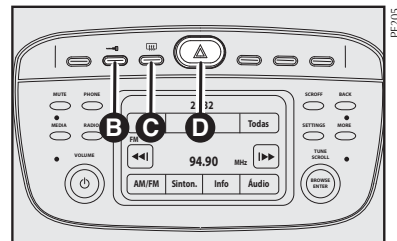

fig. 75
**C - Desembaçador do vidro traseiro fig. 75** - Botão com indicação de função ativada para ligar/desligar o desembaçador do vidro traseiro.
**D - Luzes de emergência** - Botão com indicação de função para ligar e desligar as luzes de emergência. Acendem-se apertando levemente o botão **D-fig. 75**, independente da posição da chave de ignição. Com o dispositivo ligado, o símbolo sobre o interruptor **D** e o indicador  $\leftarrow \rightarrow$ , no quadro de instrumentos iluminam-se de modo intermitente.